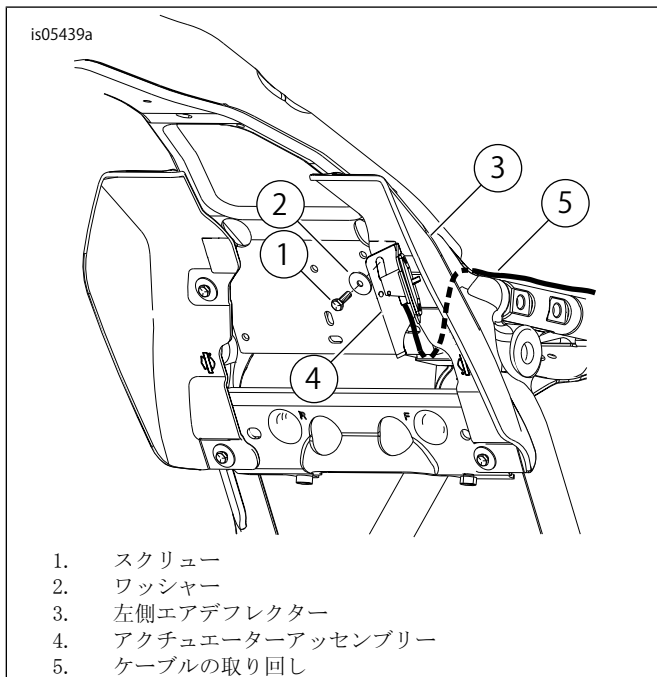

図5。ミッドフレームエアデフレクターを使用したアクチュエーターアッセンブリーの取り付け
3. 「図5」を参照。プラスチックスパークプラグワイヤークリップを、フレームプレートのアジャストメントハンドルブラケットが取り付けられる予定の場所にある穴から引き抜きます。プラスチックホースクリップを廃棄します。
8. 図5を参照してください。バックレストアジャストメントケーブルがマウントブラケットに接続されていないことを確認します。アクチュエーターアセンブリの端から始めて、バックレストケーブルをクロスメンバープレートの下から、フレーム(5)を通して取り回します。
10. 図5を参照してください。アクチュエーターアッセンブリー(4)ブラケットの平らな面をワイヤーの後ろでスライドさせて、デフレクターのアップマウントホールをアジャストメントハンドルブラケットのスロットに合わせます。ブラケットのフック/ベントタブがクロスメンバープレートに端に噛み合っていることを確認します。位置が合ったら、スクリューとワッシャーを挿入して締めます。